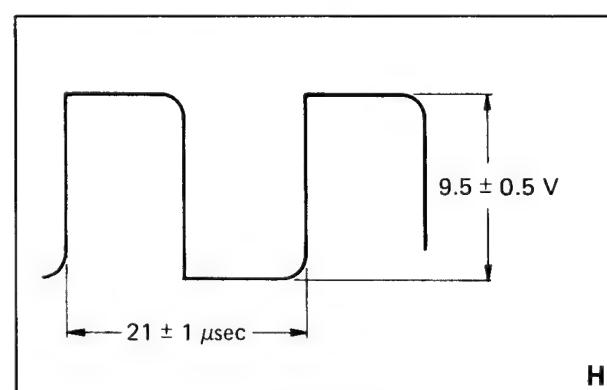

Bild 3-36
2. Tastkopf an TP 10, mit R 115 die Impulsabstände auf $21 \mu\text{s}$ einstellen (Bild 3-36).